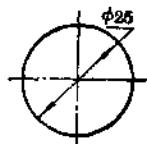
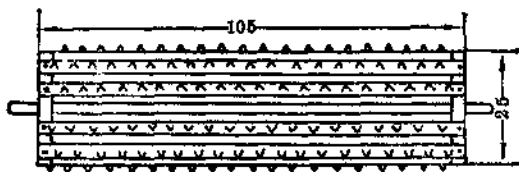

图 3
图 4
2. 滚筒: 用 $25 \times 25 \times 4$ [毫米]³ 的木板二块根据木板大小用圆规作圆锯下, 圆心处各钻一个小孔(两块迭在一起钻, 以便对称)以备装轴(图 3)。再将 $3 \times 3 \times 105$ [毫米]³ 木条 10 条, 用小元钉或大头针钉在两块直径 25 毫米的圆板四周(图 4), 做成滚筒。将大头针用尖嘴钳轧掉大头针的圆头后, 磨尖, 然后再把它弯成 $\wedge$ 形, 钉在每根木条上, 每根木条约钉十五只左右, 每只间隔尽量相等, 并要求行与行之间单双数交叉排列。